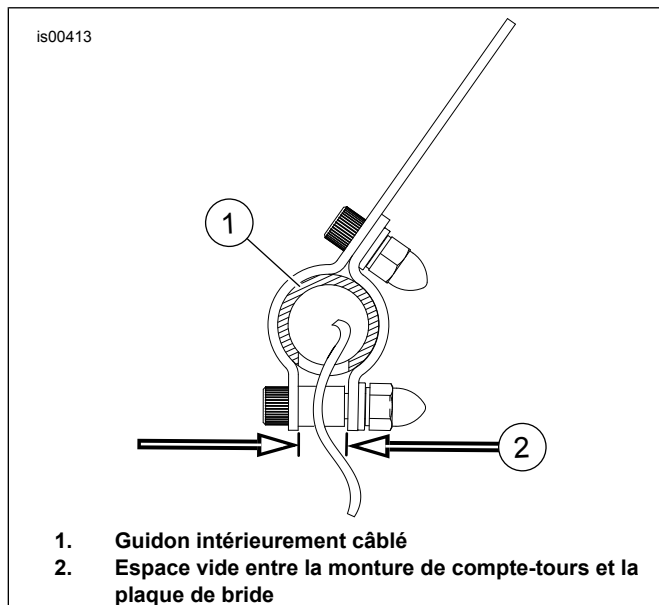

Figure 1. Espace vide entre la monture de compte-tours et la plaque de bride
- Voir la Figure 1. Positionner la monture de sorte que l'espace vide (2) chevauche l'ouverture du guidon (1) là où les fils sortent et serrer les vis à un couple de 39 N·m (29 ft-lbs).